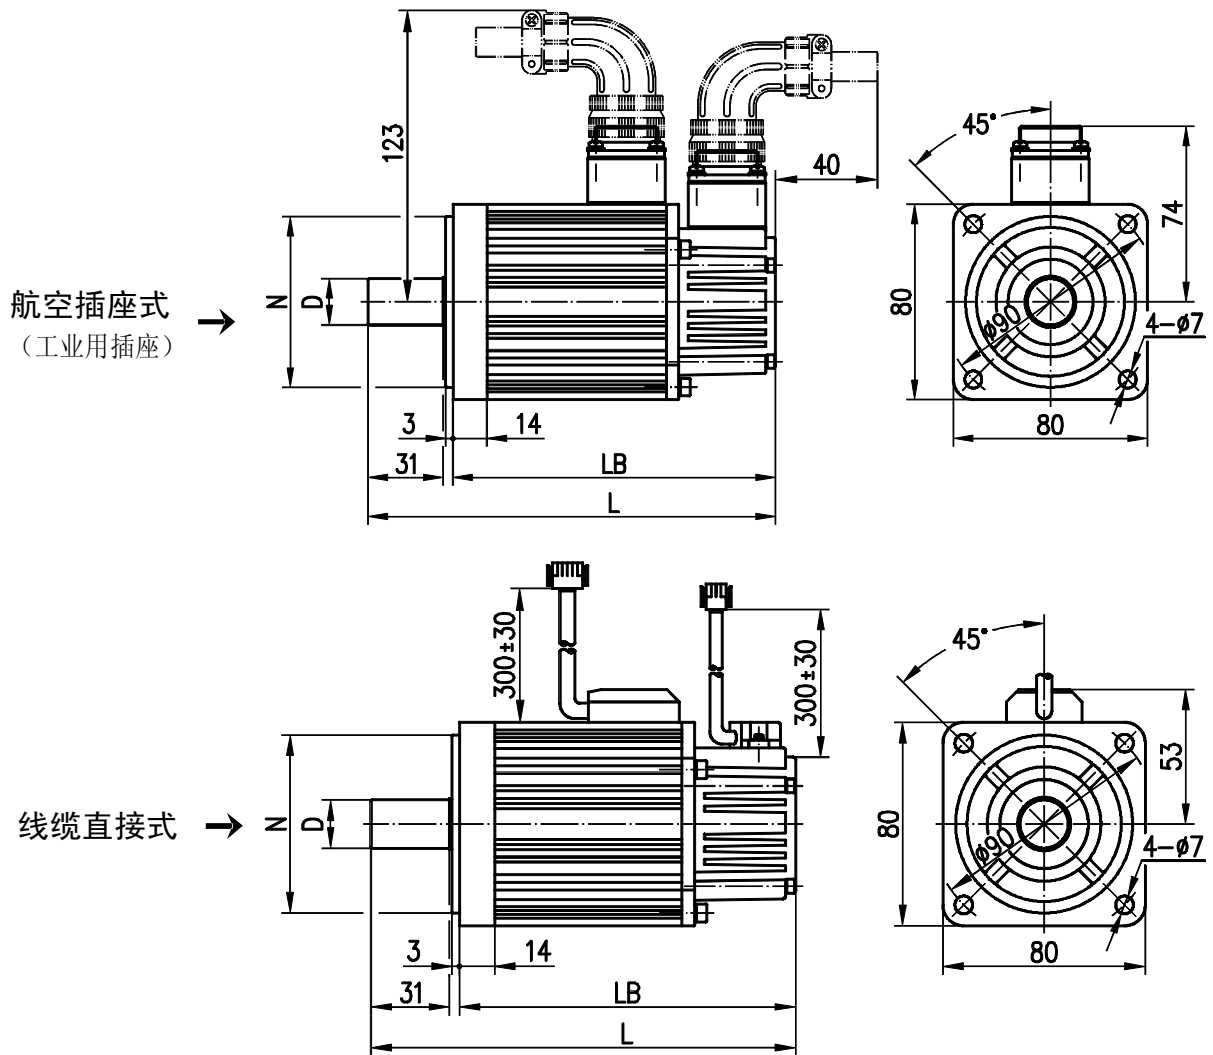

图 1
6.1 80SJT 系列电动机外形安装尺寸及联接方式见图 1、表 4。